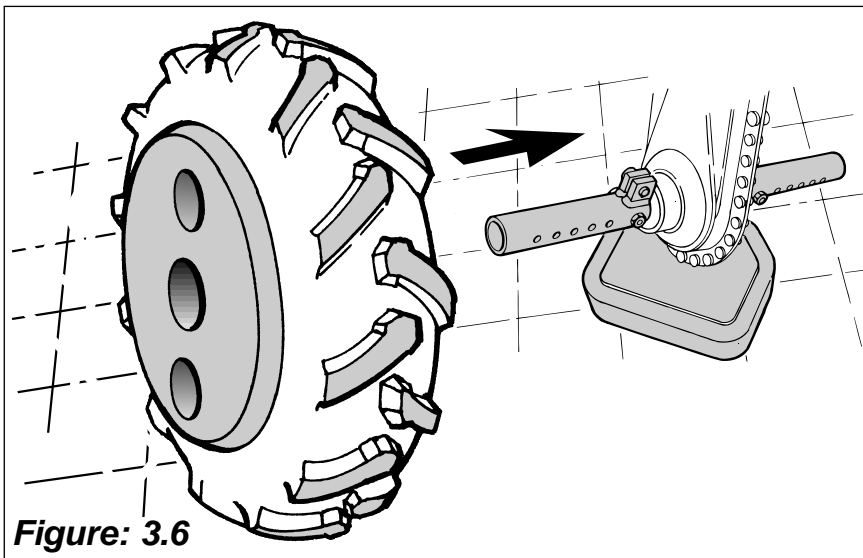

Figure: 3.6
7) Emboîtez la roue remontée sur le tube de moyeu en prenant garde de placer les crampons de roue vers l'avant (Figure: 3.6).